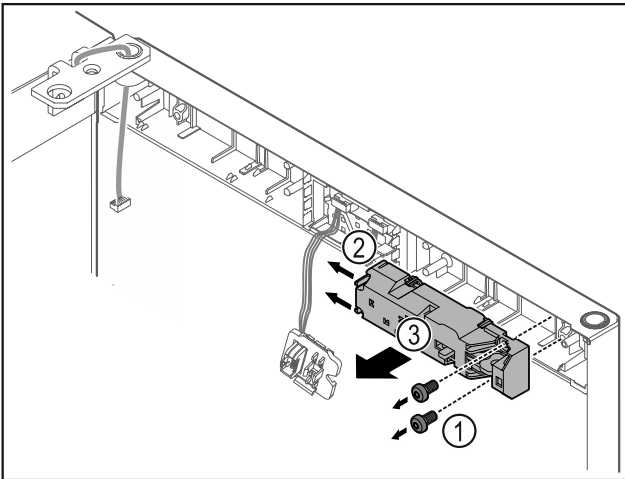

Fig. 23
- ▶ Зніміть гвинти Fig. 23 (1).
- ▶ Фіксувальний виступ Fig. 23 (2) відтиснути вбік і зняти дистанційний замок Fig. 23 (3).